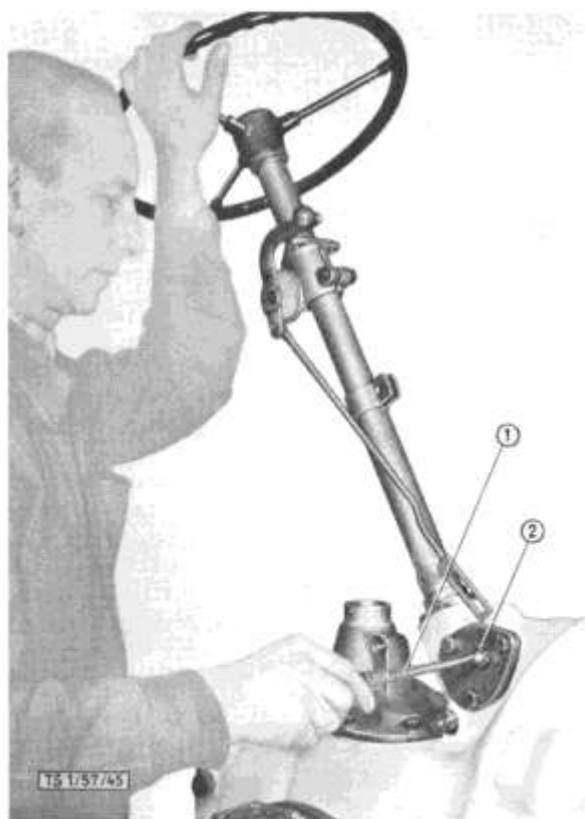

Bild 159: Einstellen des Lenkungsspieles
- b) Den Einstellgewindestift (159/2) hineinschrauben unter gleichzeitigem Hin- und Herdrehen des Lenkrades (Bild 159). Der Stift (154/23) wird so weit hineingedreht, bis der Nachstellkeil (154/21) das Zahnsegment (154/15) hebt, gegen die Schnecke schiebt und das Spiel aufhebt. Beim Hin- und Herdrehen des Lenkrades wird es an einer gewissen Stelle etwas strammer gehen. Das ist der sogenannte Druckpunkt oder die genaue Mittelstellung, die fallweise von der unter a) ermittelten etwas abweicht. Wenn notwendig, wird nun am Gewindestift (154/21) korrigiert, bis sich das Lenkrad in der Mittelstellung zügig, aber ohne Spiel drehen läßt. Anschließend die Gegenmutter mit Kupferring dazwischen festziehen und mit Kupferring und Hutmutter abschließen.